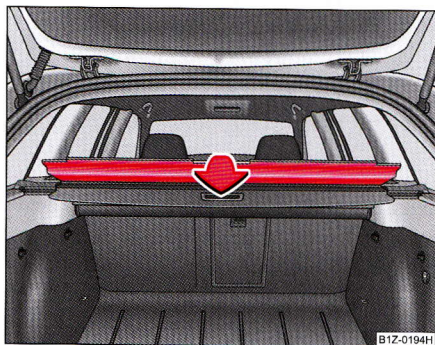

Fig. 85 Rabatarea capacului compartimentului de depozitare
- Rabatați capacul în spatele scaunelor din spate ⇒ fig. 85.
- Trageți peretele de curelușă **A** din carcasă **B** în direcția suporturilor **C** ⇒ fig. 85.
- Rabatați capacul în spatele scaunelor din spate ⇒ fig. 85. ►